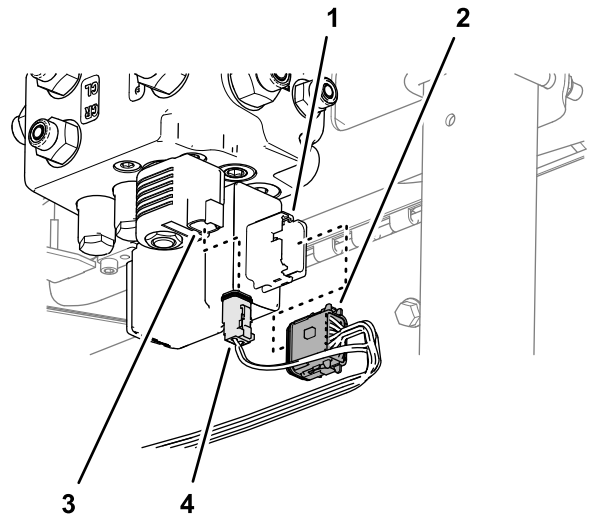

Figura 83
2. Enchufe el conector hembra de 12 vías del arnés de cables marcado EHI A KEY (GREY) en el conector de 12 pines de la válvula de dirección EHI (Figura 83).
3. Enchufe el conector hembra de 2 vías del arnés de cables marcado EHI SOLENOID en el conector de 2 pines del solenoide EHI (Figura 83).